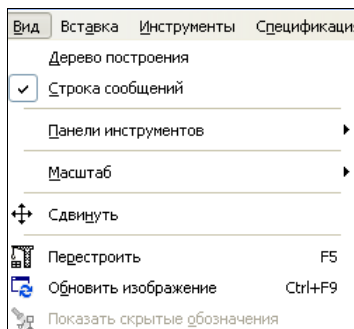

Рис. 3.5. Выпадающее меню пункта **Вид**
- ◆ **Вид** — содержит команды изменения изображения и список всех команд системы (рис. 3.5).